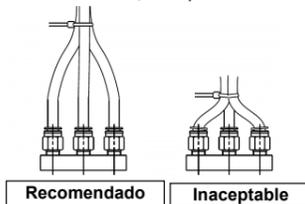

Figura 10
- No aplique una fuerza externa sobre los racores cuando doble los tubos para unirlos por medio de bandas, etc. (consulte la Figura 10).